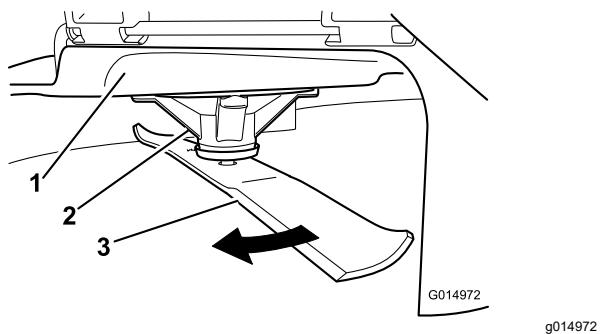

Figure 81
- Enfilez des gants épais ou utilisez une autre protection adéquate pour les mains, et faites tourner la lame lentement jusqu'à une position permettant de mesurer la distance entre le tranchant et la surface plane sur laquelle se trouve la machine (Figure 81).